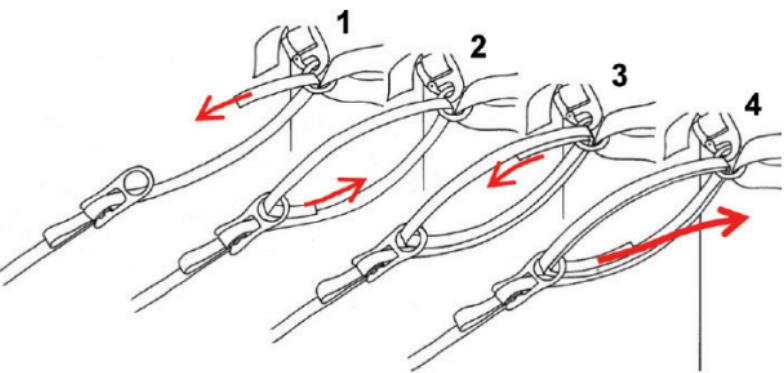

Abb. 8
- Fädeln Sie zunächst das Restband von unten durch den eingefassten Stahl-Ring an Fixpunkt 2 (Abb. 8, 1).
- Verfahren Sie nun wie in Abb. 8, 2–4 dargestellt.